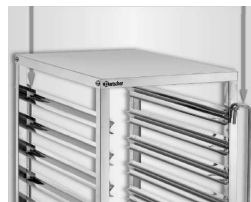

Fig. 4
- Insérer les récipients adéquats dans les glissières et les protéger devant et derrière à l'aide des protection pour les récipients, tout en les refermant devant le récipient (**fig. 4**).